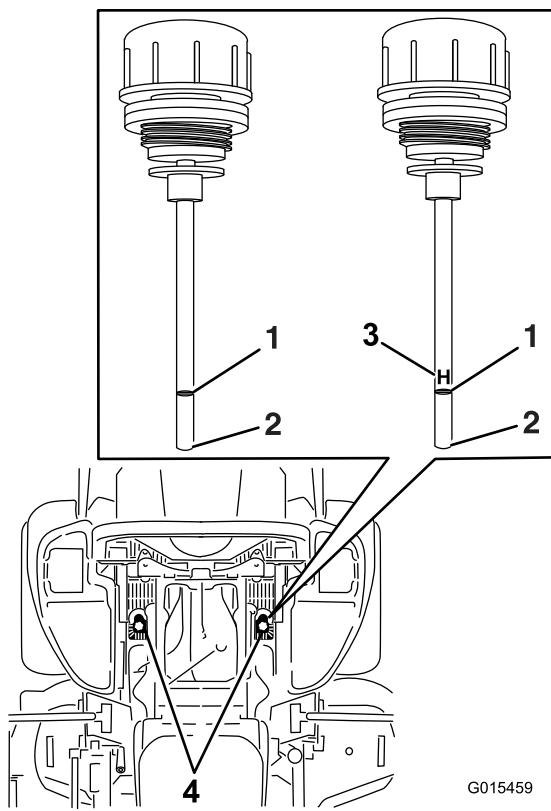

Figure 85
5. Nettoyez la surface autour des jauge des réservoirs du système hydraulique (Figure 85).
6. Sortez une jauge du réservoir hydraulique (Figure 85).
8. Ressortez la jauge et examinez l'extrémité (Figure 85).